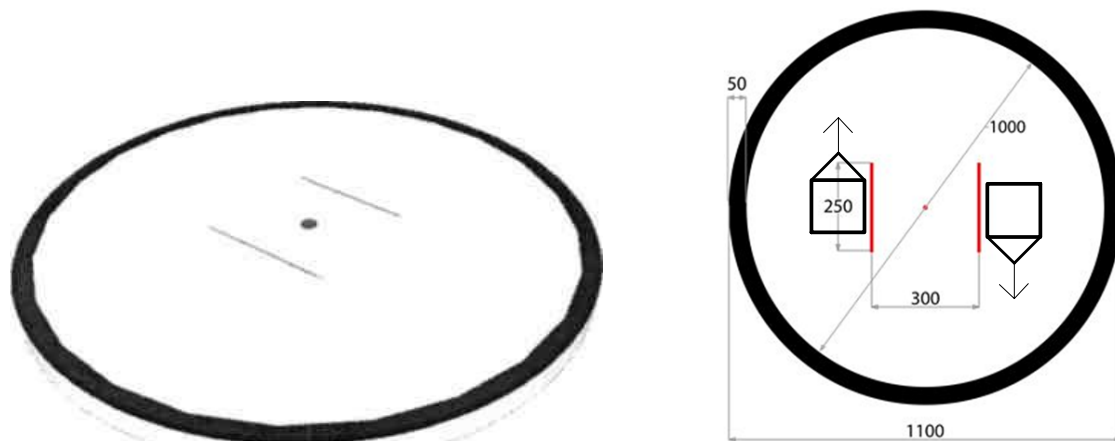

Рис. 4. Игровое поле
1.1. Белый круг диаметром 1 м с чёрной каёмкой толщиной в 5 см (см. рис. 4).